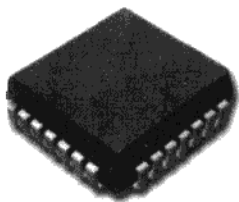

图 3-4 32 脚的 BIOS 封装
1. PLCC 的四边带引脚 32 脚，多用于三星、联想、方正、七喜等品牌，如图 3-4 所示。